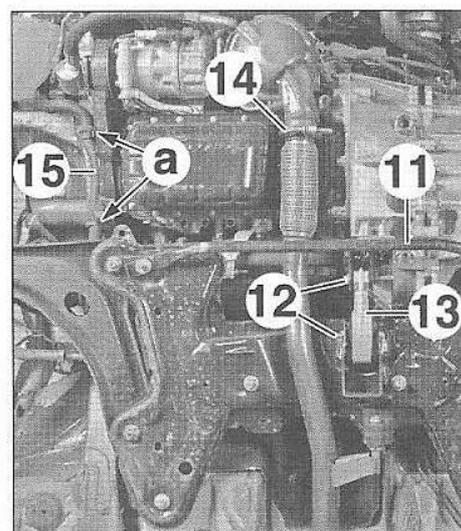

FIG.112
- la barre antirapprochement (11) (Fig.112),
- les vis (12),
- la biellette anticouple (13),
- Desserrer le collier (14).
- Dégrafer la durite (15) en (a).